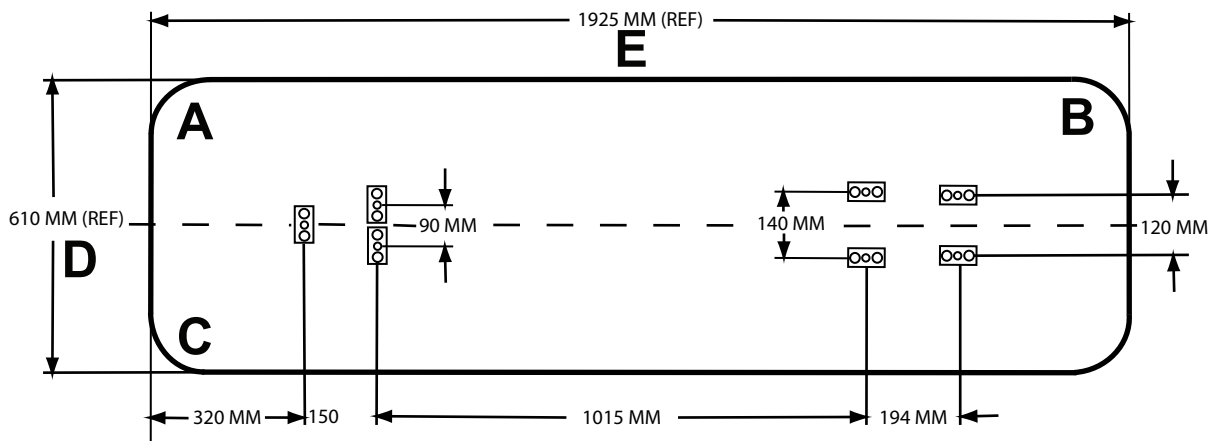

Figure 2 – Emplacements pour l'installation de la plaque de plancher
2. En utilisant les dimensions indiquées sur la Figure 2, repérer et forer les emplacements où les plaques de plancher seront fixées.